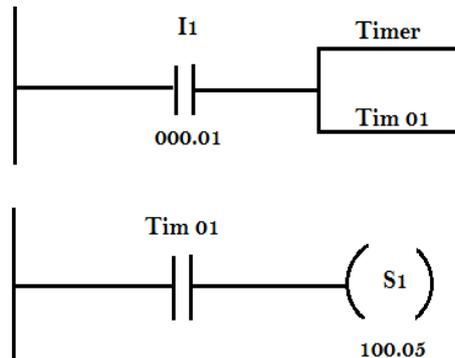

Figure 2.7 – Réseaux à contacts d'une temporisation
- ✦ **Programmation d'une temporisation** : il s'agit de traduire les réseaux à contacts donnée par la Figure 2.7, en programme List destiné à un API de type OMRON.